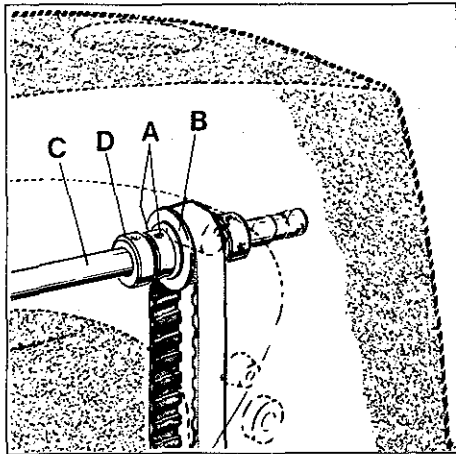

Fig.38
While rotating pulley in operating direction, the spreader should begin to move from its extreme left position to the right as the needle bar descends 1.5 to 2.0 mm (.060 to .080 in.) from top of stroke. Adjustment for timing the spreader travel can be made by loosening the two screws (A, Fig. 38) in the hub of sprocket (B), right inside the arm casting, advance or retard sprocket on shaft for spreader drive (C) as required. Thrust hub of sprocket against collar (D) when retightening screws (A).
Drehen Sie die Handrad-Riemenscheibe in N hrichtung, der Leger soll beginnen sich aus seiner linken Endstellung nach rechts zu bewegen, wenn sich die Nadelstange von ihrer obersten Stellung etwa 1,5 bis 2,0 mm nach unten bewegt hat. Die Legeberewegung l st sich nach L sen der beiden Schrauben (A, Fig. 38) in der Nabe des Zahnriemenrades (B), rechts im Maschinenarm und entsprechendes vor- oder zur ckdrehen des Zahnriemenrades auf der Welle f r Legerantrieb (C) zeitlich abstimmen. Beachten Sie, da  die Nabe des Zahnriemenrads am Stelling (D) anliegt, wenn Sie die Schrauben (A) wieder anziehen.